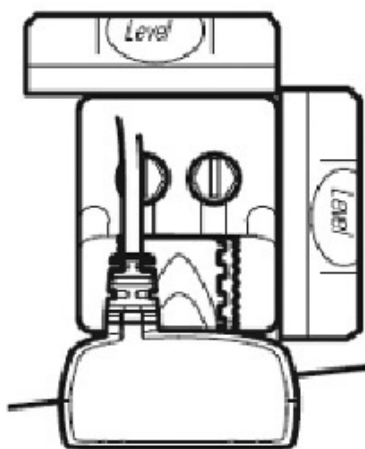

Рис. 24
7. Продолжайте регулировку кронштейна до его полного выравнивания горизонтально от правого к левому борту, если смотреть на датчик сзади (Рисунок 24).